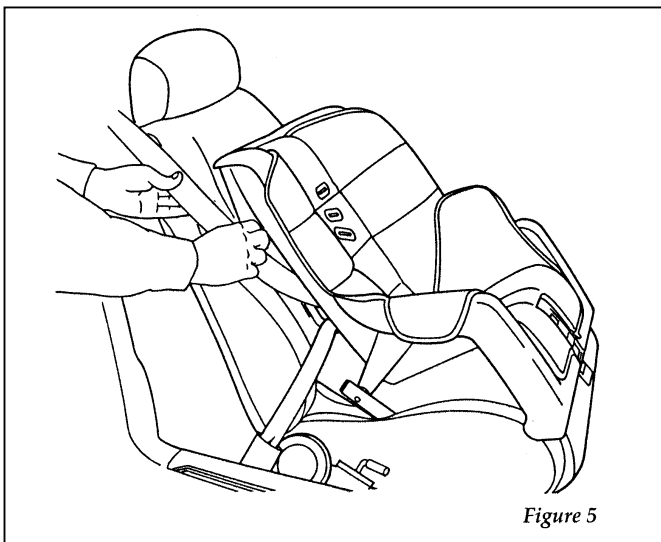

Figure 5
6. Laissez la sangle se rétracter. Un cliquettement se fait entendre pendant que la ceinture se rétracte. Cela est l'indication que l'enrouleur est en mode de blocage automatique. Appuyez bien sur le siège pour enfant pour permettre à la sangle d'être bien tendue. Reportez-vous aux figures 5 et 6.